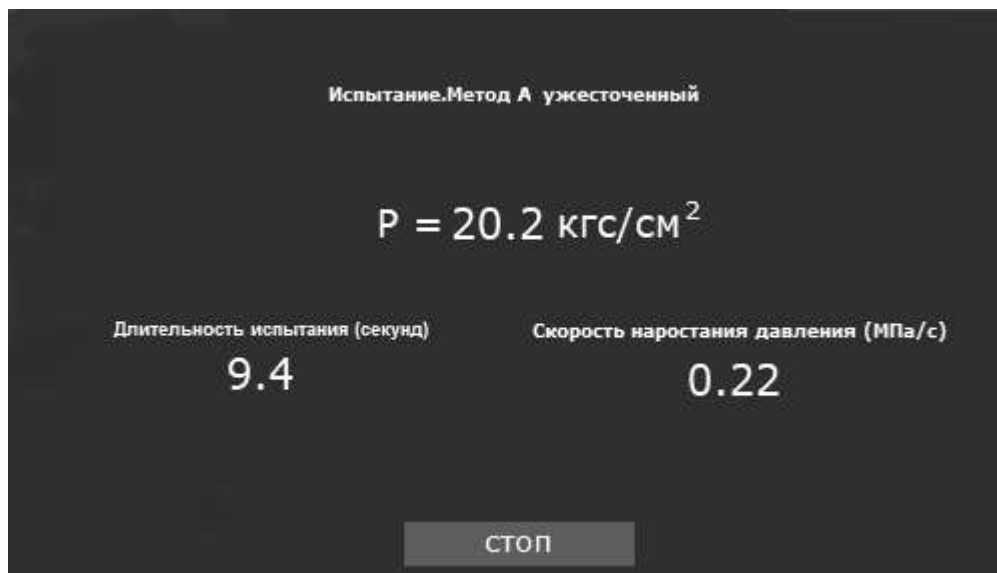

Рисунок 9 - Метод А, ужесточенный ступенчатый режим (пример)
После достижения заданного давления и по истечении заданного времени выдержки испытание продолжается. Установка увеличивает давление (P) от текущего значения на 0,2 МПа (рис. 9).